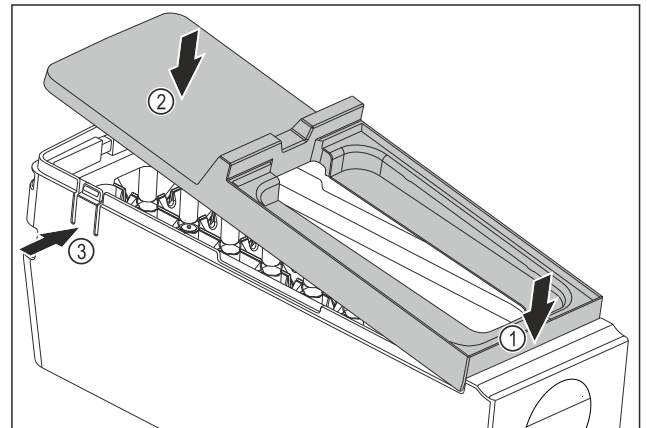

Fig. 85
- ▶ Monter le couvercle du corps de l'EasyTwist-Ice : Placer le couvercle à l'avant. Fig. 85 (1)
- ▶ Abaisser le couvercle à l'arrière. Fig. 85 (2)
- ▷ L'enclenchement du couvercle dans les deux languettes Fig. 85 (3) se fait entendre.